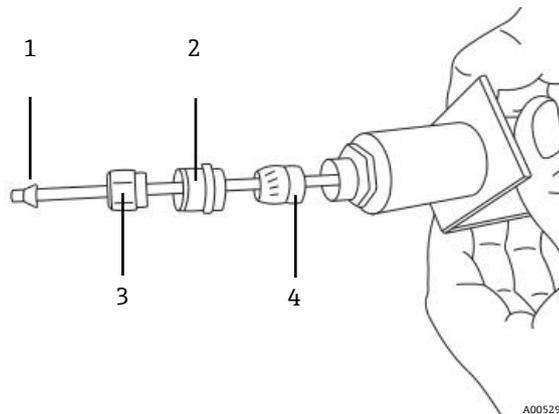

Abbildung 89. Armaturen auf der Sauerstoffsonde (Analysetafelseite)
- 10. Sondenkabelführung von der Analysetafel abziehen und die Armaturen von der Sondenspitze entfernen (Analysetafelseite). Siehe Abbildung 89.